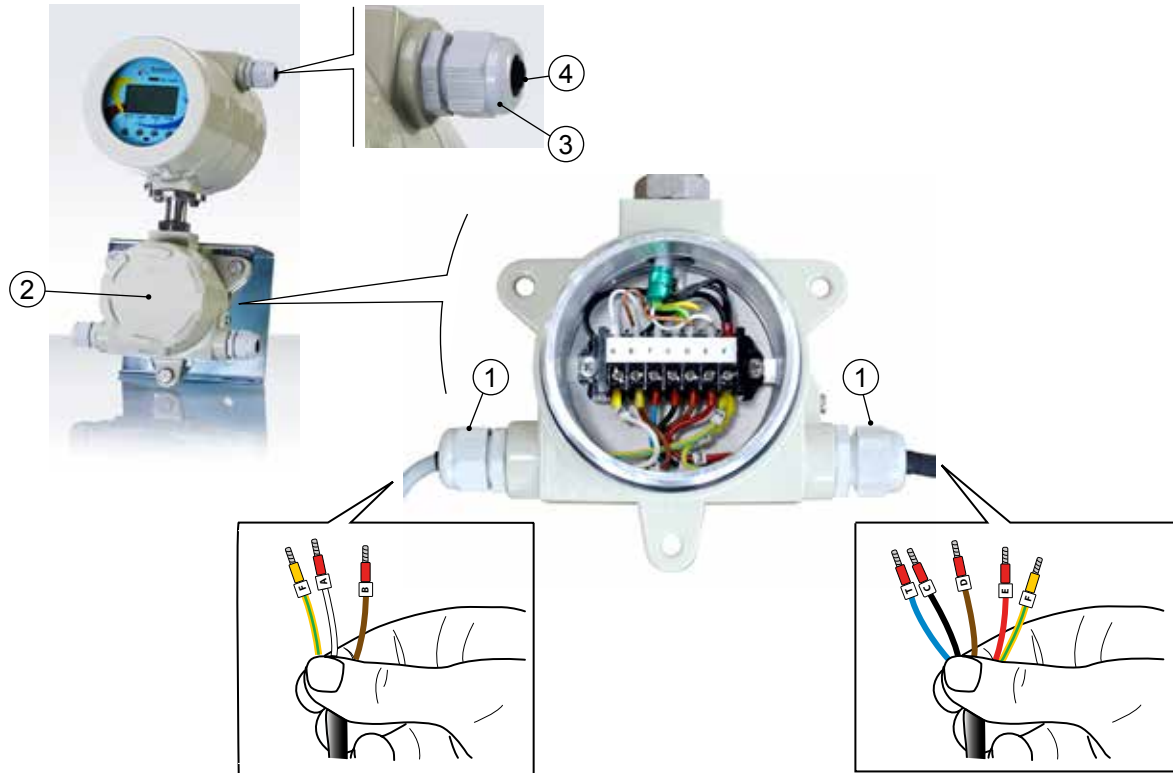

Fig. 24 Conexión de Cables e Identificación de Terminales
- i** El fabricante ha identificado todos los cables de alimentación y cables de señal que deben conectarse al bloque de terminales de la caja de conexiones (en el caso de la versión REMOTA) marcándolos con bandas (con letras) para facilitar la identificación de la conexión correcta terminales (Fig. 24).
- !** **PRECAUCIÓN:** Cuando se conecten todos los cables necesarios, asegúrese de apretar adecuadamente los prensaestopos (vea 1, Fig. 24) y la cubierta (vea 2, Fig. 24) para garantizar una buena resistencia a la humedad y al agua de los cables y tableros eléctricos / electrónicos si el convertidor se instala en exteriores.
- !** Los prensaestopos que no se usen (ver 3, Fig. 24) siempre deben cerrarse con la goma ciega correspondiente (ver 4, Fig. 24).
- !** Los prensaestopos utilizados (ver 1, Fig. 24) son adecuados para cables de múltiples hilos con un diámetro mínimo de 5 mm hasta un diámetro máximo de 12 mm (ver 4, Fig. 24).